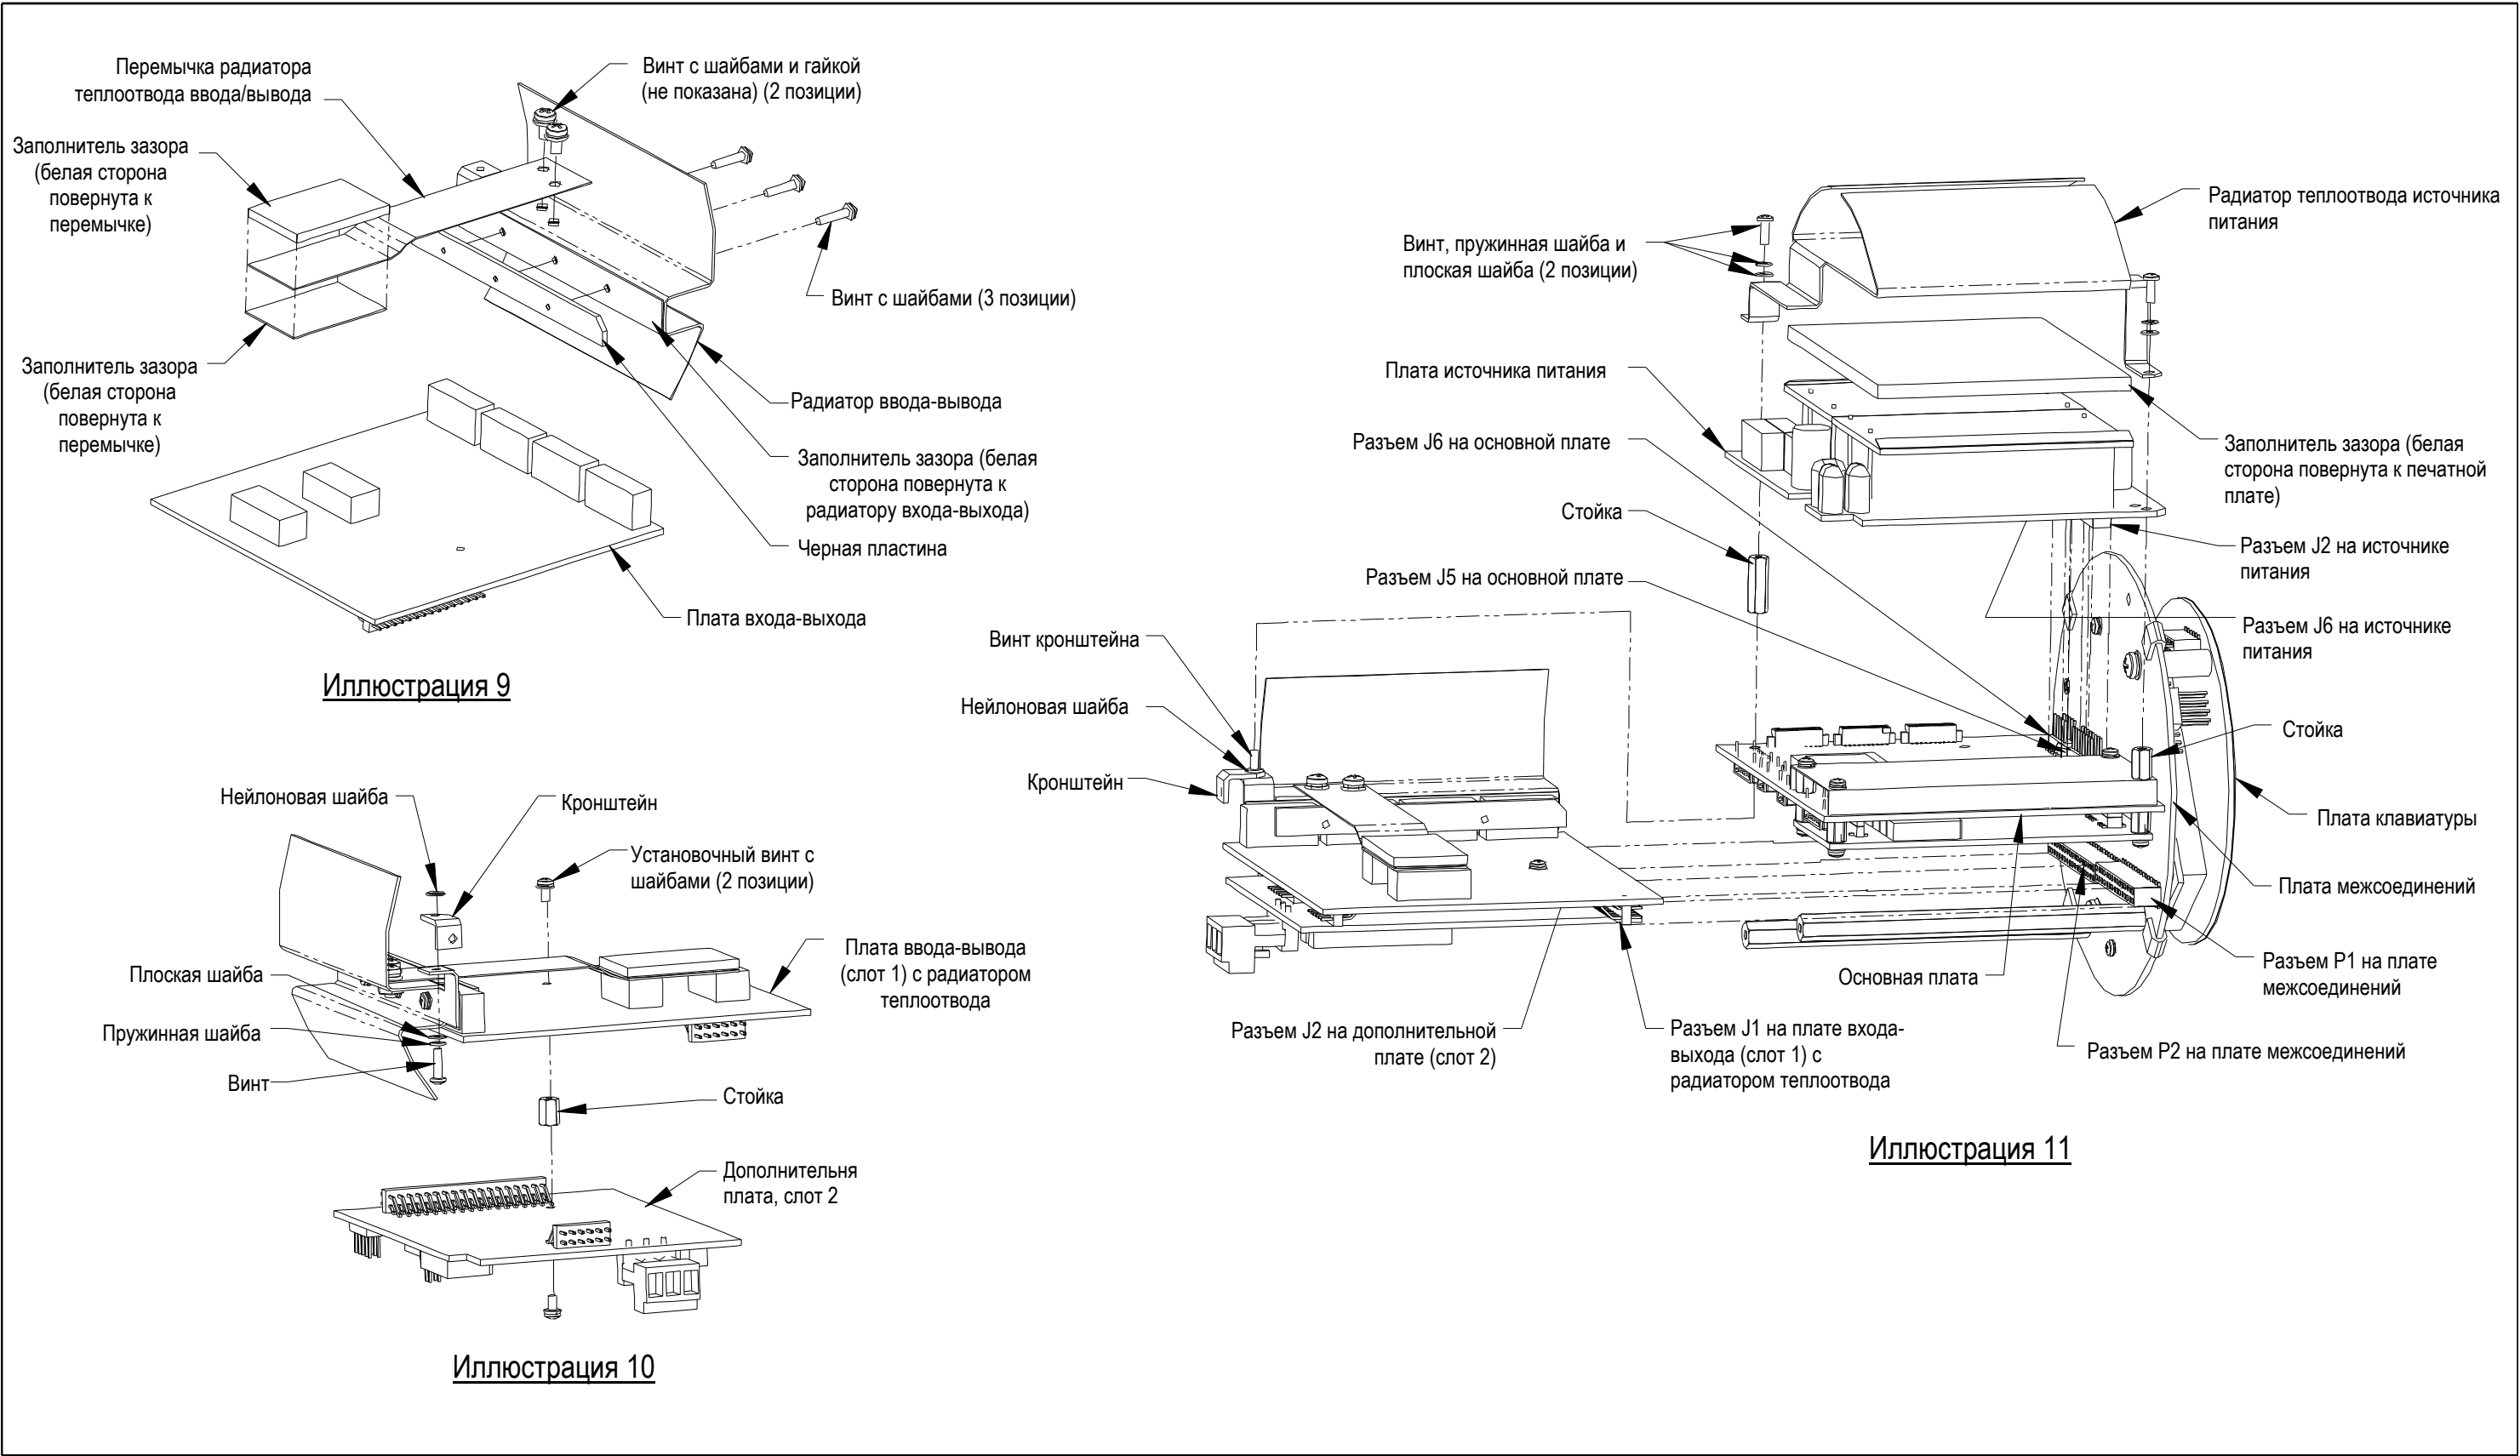

Рисунок 8. Блок опциональной платы ввода-выхода расходомера Модели XGF868i
Порядок установки дополнительной платы показан на илл. 9, 10 и 11, см. рис.8 на стр. 37. Для установки платы выполните следующие действия:
3. Отверните винт с углового кронштейна основной платы, как показано на илл. 11 (см. рис. 8 на стр. 37).
В случае если XGF868i включает как плату ввода/вывода (Слот 1), так и дополнительную плату (Слот 2), указанные платы должны быть механически скреплены друг с другом, как показано на илл. 10, см. рис. 8 на стр. 37. До установки плат в блок наденьте на винт нейлоновую шайбу.
При необходимости установить дополнительный радиатор теплоотвода на плате ввода/вывода (исполнения TI, TR, FI и FR из Приложения В к документу *Руководство по запуску*), изучите илл. 9 на рис. 8 на стр. 37 и выполните следующие действия:
1. Сориентируйте площадку(и) теплоотвода, как показано на рис. 8 стр. 37 и приложите к радиатору.
Любые процедуры по замене деталей требуют извлечения блока печатных плат из корпуса электроники. Более того, большинство процедур требуют разной степени разборки компоновочного блока. Изучите рис. 8 на стр. 37 и следуйте инструкциям этого раздела для сборки и/или установки блока печатных плат в корпус электроники.
Если блок печатных плат подвергался разборке, выполните следующие операции. В противном случае перейдите сразу к разделу *Установка блока печатных плат* на стр. 34. Изучите рис. 8 на стр. 37 и выполните следующие действия:
1. При необходимости верните на место угловой кронштейн основной платы, вставьте винт (с плоской и пружинной шайбами) и вверните винт в стойку на основной плате. См. илл. 11 на рис. 8 на стр. 37.
3. Прикрепите плату источника питания и радиатор теплоотвода к основной плате, установив на место винты, плоские шайбы и пружинную шайбу, снятые ранее с углов платы источника питания. См. илл. 11 на рис. 8 на стр. 37.